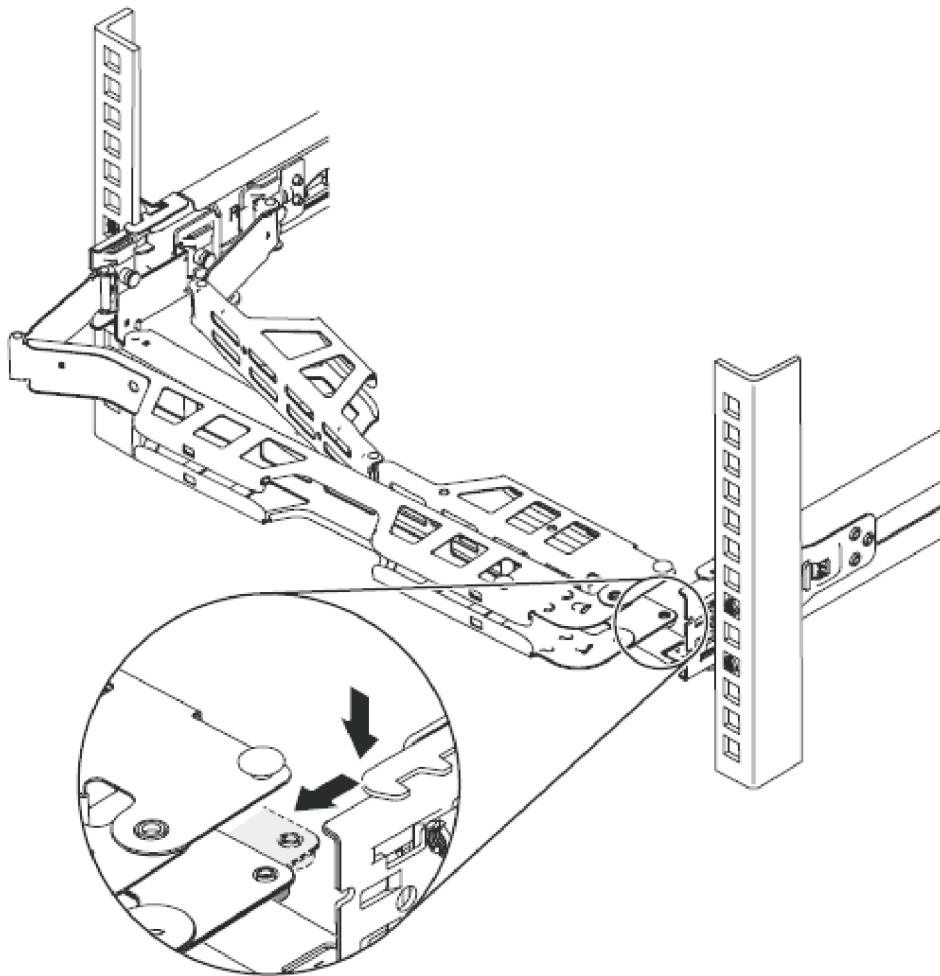

図 28. ケーブル・マネジメント・アームの位置の調整
3. ケーブル・マネジメント・アームの位置を、31 ページの図 28 に示すように調整します。